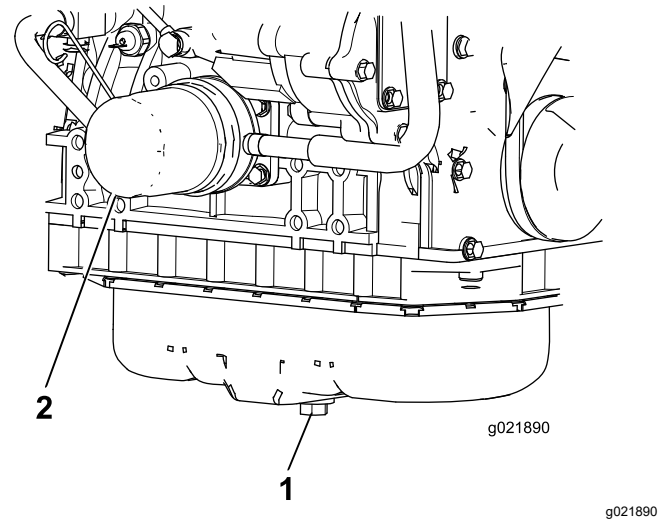

Bild 73
1. Entfernen Sie die Ablassschraube (Bild 73) und lassen Sie das Öl in die Auffangwanne ab. Schrauben Sie die Ablassschraube wieder ein, nachdem das Öl abgelassen ist.
2. Entfernen Sie den Ölfilter (Bild 73). Ölen Sie die neue Dichtung am Ölfilter leicht mit frischem Öl ein, bevor Sie den Filter eindrehen. **Ziehen Sie nicht zu fest.**